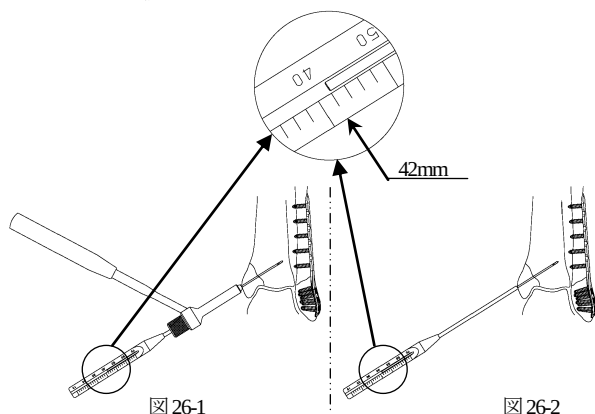
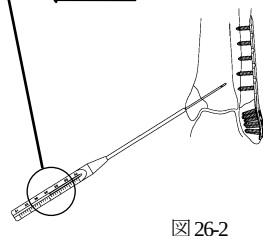

図 26-1
図 26-2
- 3) 経皮的挿入器の 1.3 ガイドピン用スリーブを取り外します。1.3 ガイドピン用スプーを挿入し, 刺入深さを計測します (図 26-1)。1.3 ガイドピン用ガイド (S) を用いた場合は, 1.3 ガイドピンに 1.3 ガイドピン用スプーを挿入し, 刺入深さを計測します (図 26-2)。この深さは実測値で計測されます。